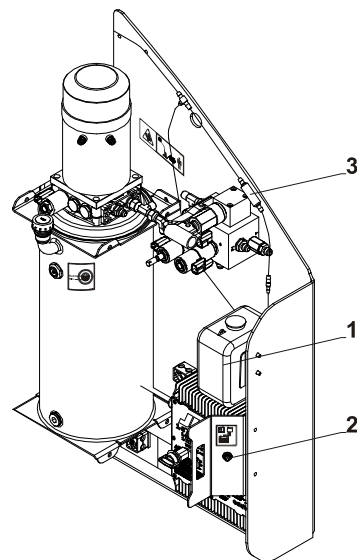

Figura 5-6. Adăugarea apei în baterii
- Deconectați și curățați **filtrul (3)** (A se vedea Figura 5-6.) prin inversarea debitului de apă față de direcția normală.